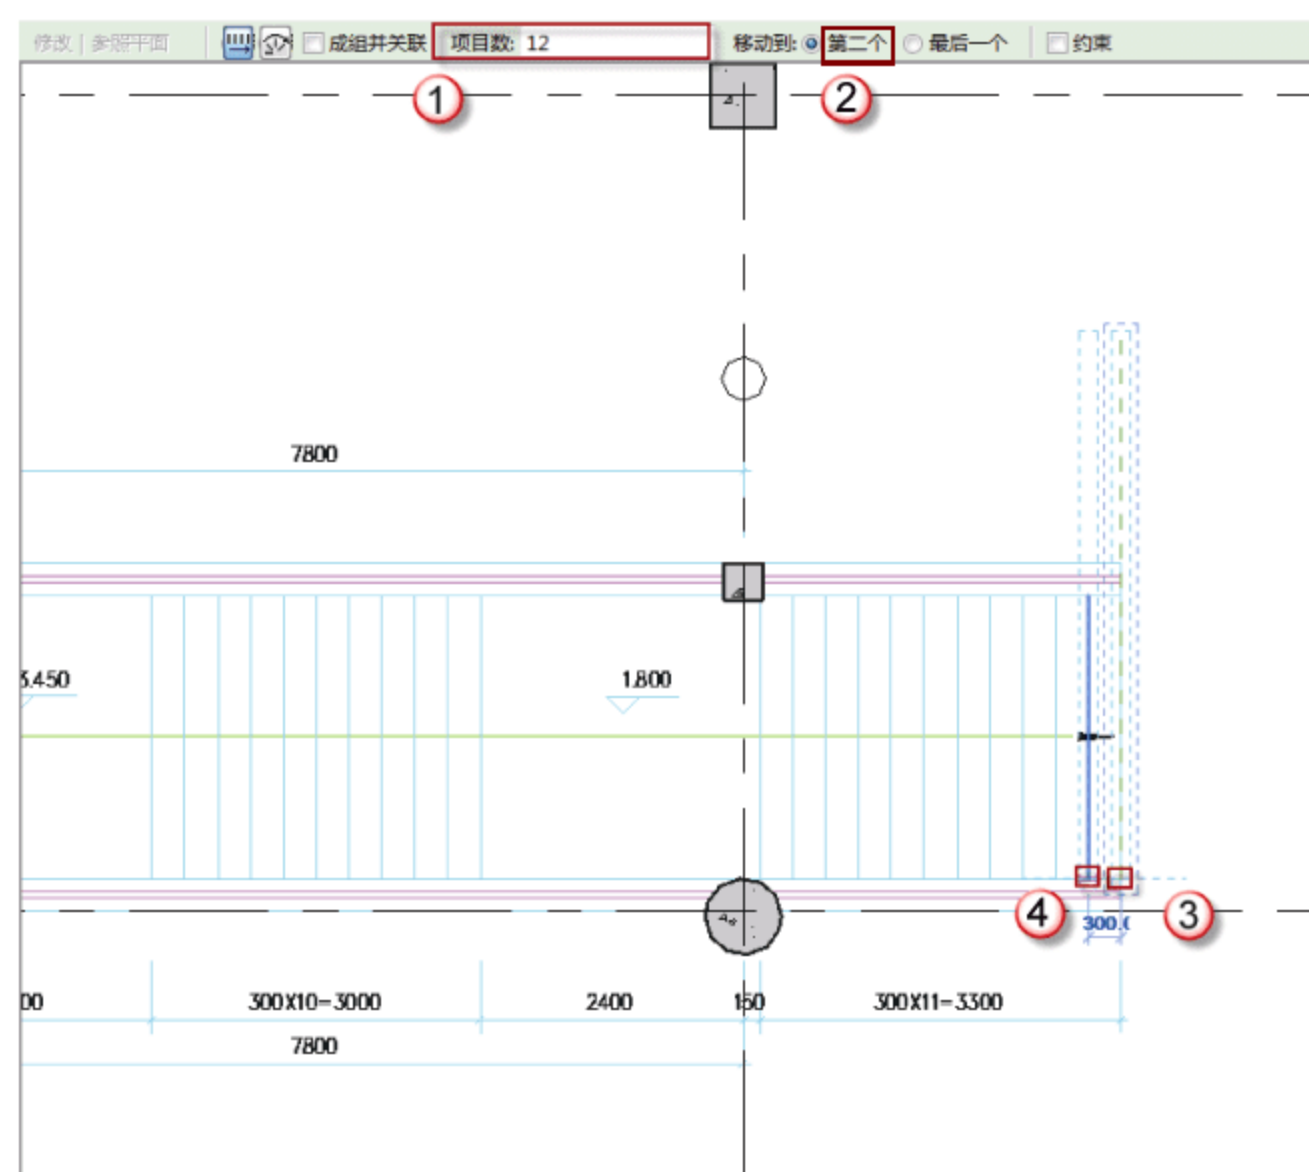
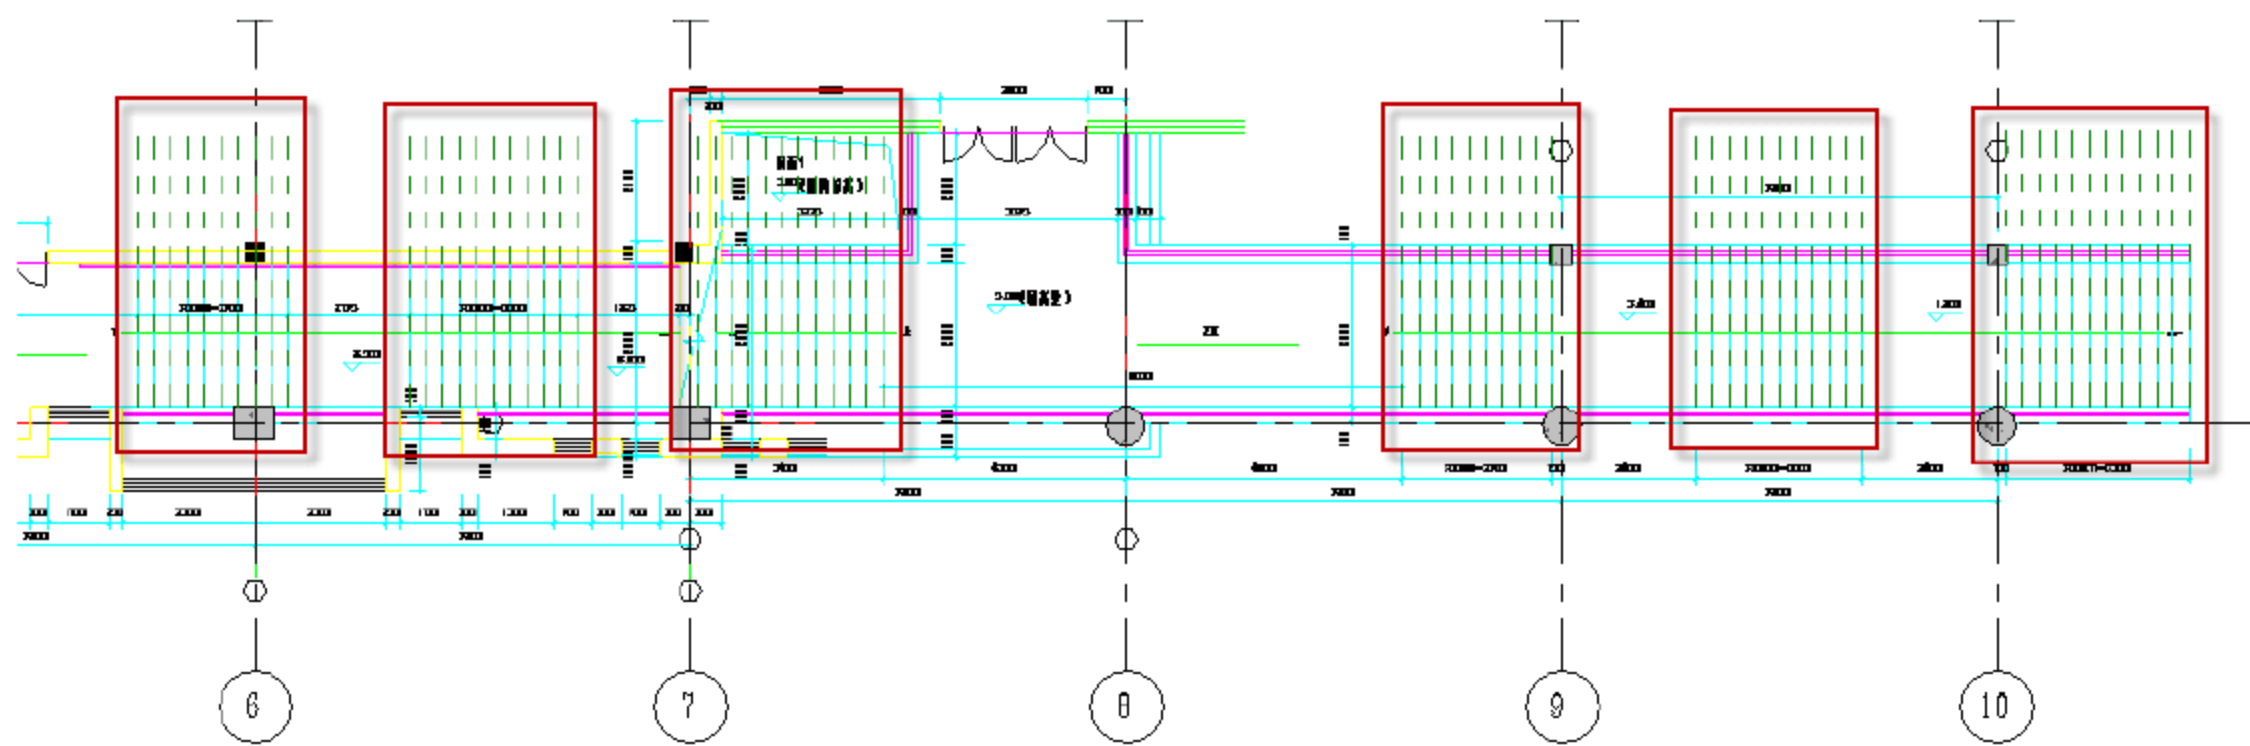

图 11.2.68 阵列参照平面
图 11.2.69 完成垂直参照平面绘制
(4) 绘制垂直参照平面。按快捷键R+P绘制参照平面,与最右边楼梯线对齐绘制一条参照平面线。绘制完成后,选择参照平面线,按快捷键A+R阵列参照平面,在选项栏中不选择“成组并关联”复选框,“项目数”设置为“12”个单位,“移动到”选择“第二个”单选按钮,然后捕捉参照线一端点“2”点相邻一点“3”点进行阵列即可完成,如图11.2.68所示。再重复此步骤,完成此台阶的所有垂直参照平面,如图11.2.69所示。